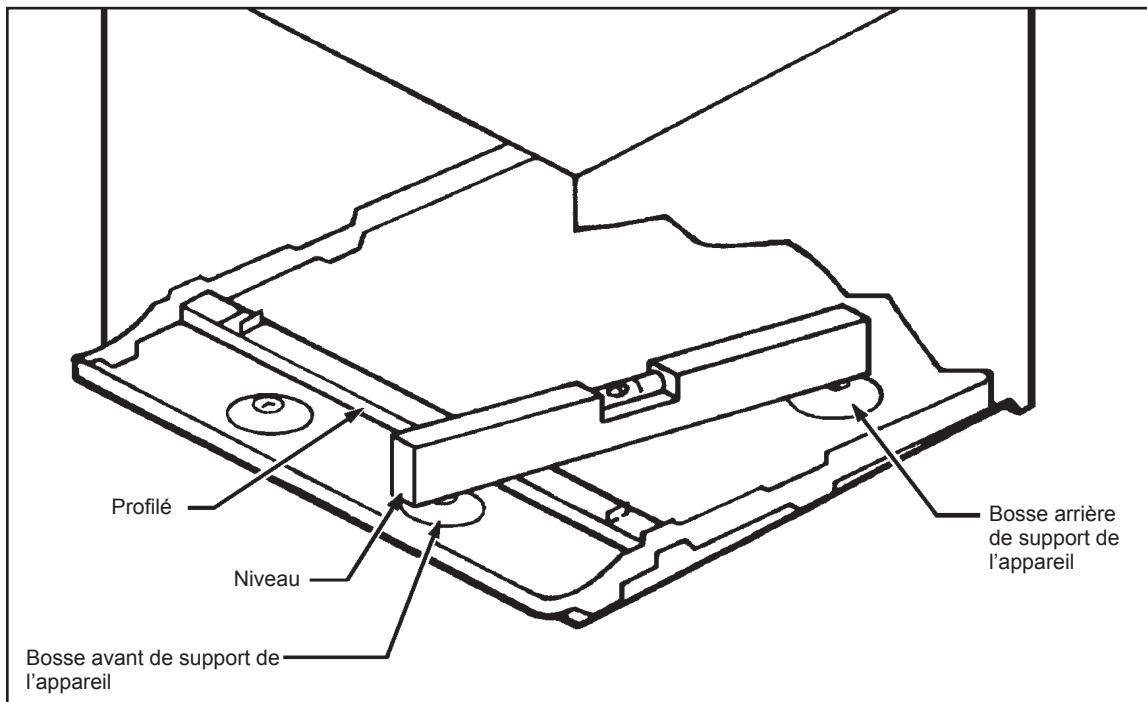

Figure 8
ÉTAPE 4 Il faut installer l'enveloppe WSC avec une légère pente vers l'extérieur du bâtiment. Mettre le niveau pour qu'il repose sur les bosses avant et arrière de support de l'appareil, comme montré sur la Figure 8. La pente ne doit pas dépasser un demi-bulle.